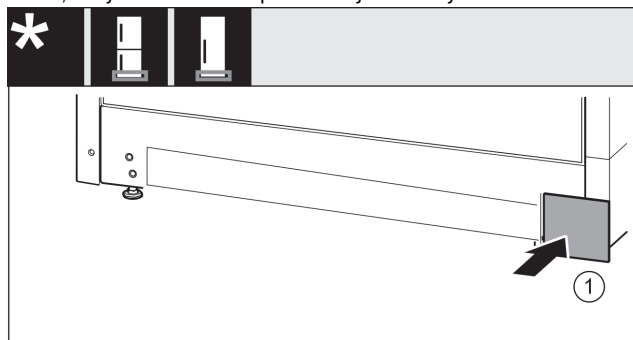

Fig. 48
- Pokrov Fig. 48 (1) ponovno namestite na drugi strani.